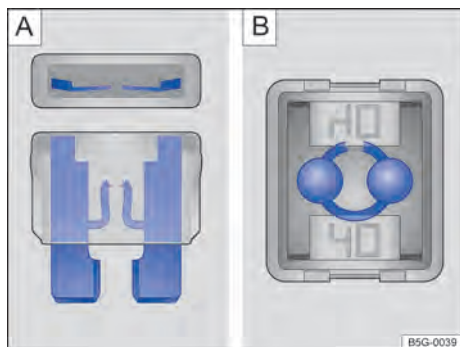

Fig. 243 Fusível queimado: **A** fusível plano, **B** fusível de bloqueio.
- Um *fusível plano* (ATO®, MINI®) queimado é reconhecido de cima ou de lado pela carcaça transparente nas faixas metálicas derretidas → Fig. 243 **A**.
- Um *fusível de bloqueio* (JCASE®) queimado é reconhecido pelas faixas metálicas derretidas por cima da carcaça transparente → Fig. 243 **B**.